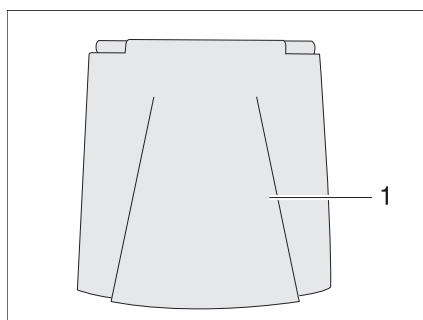

Fig. 32 Raccordement 230 V du portillon extérieur
- Basculer le portillon extérieur (Fig. 32,1) vers le haut.
- Faire basculer vers le bas le portillon extérieur (Fig. 32,1) et le fermer.